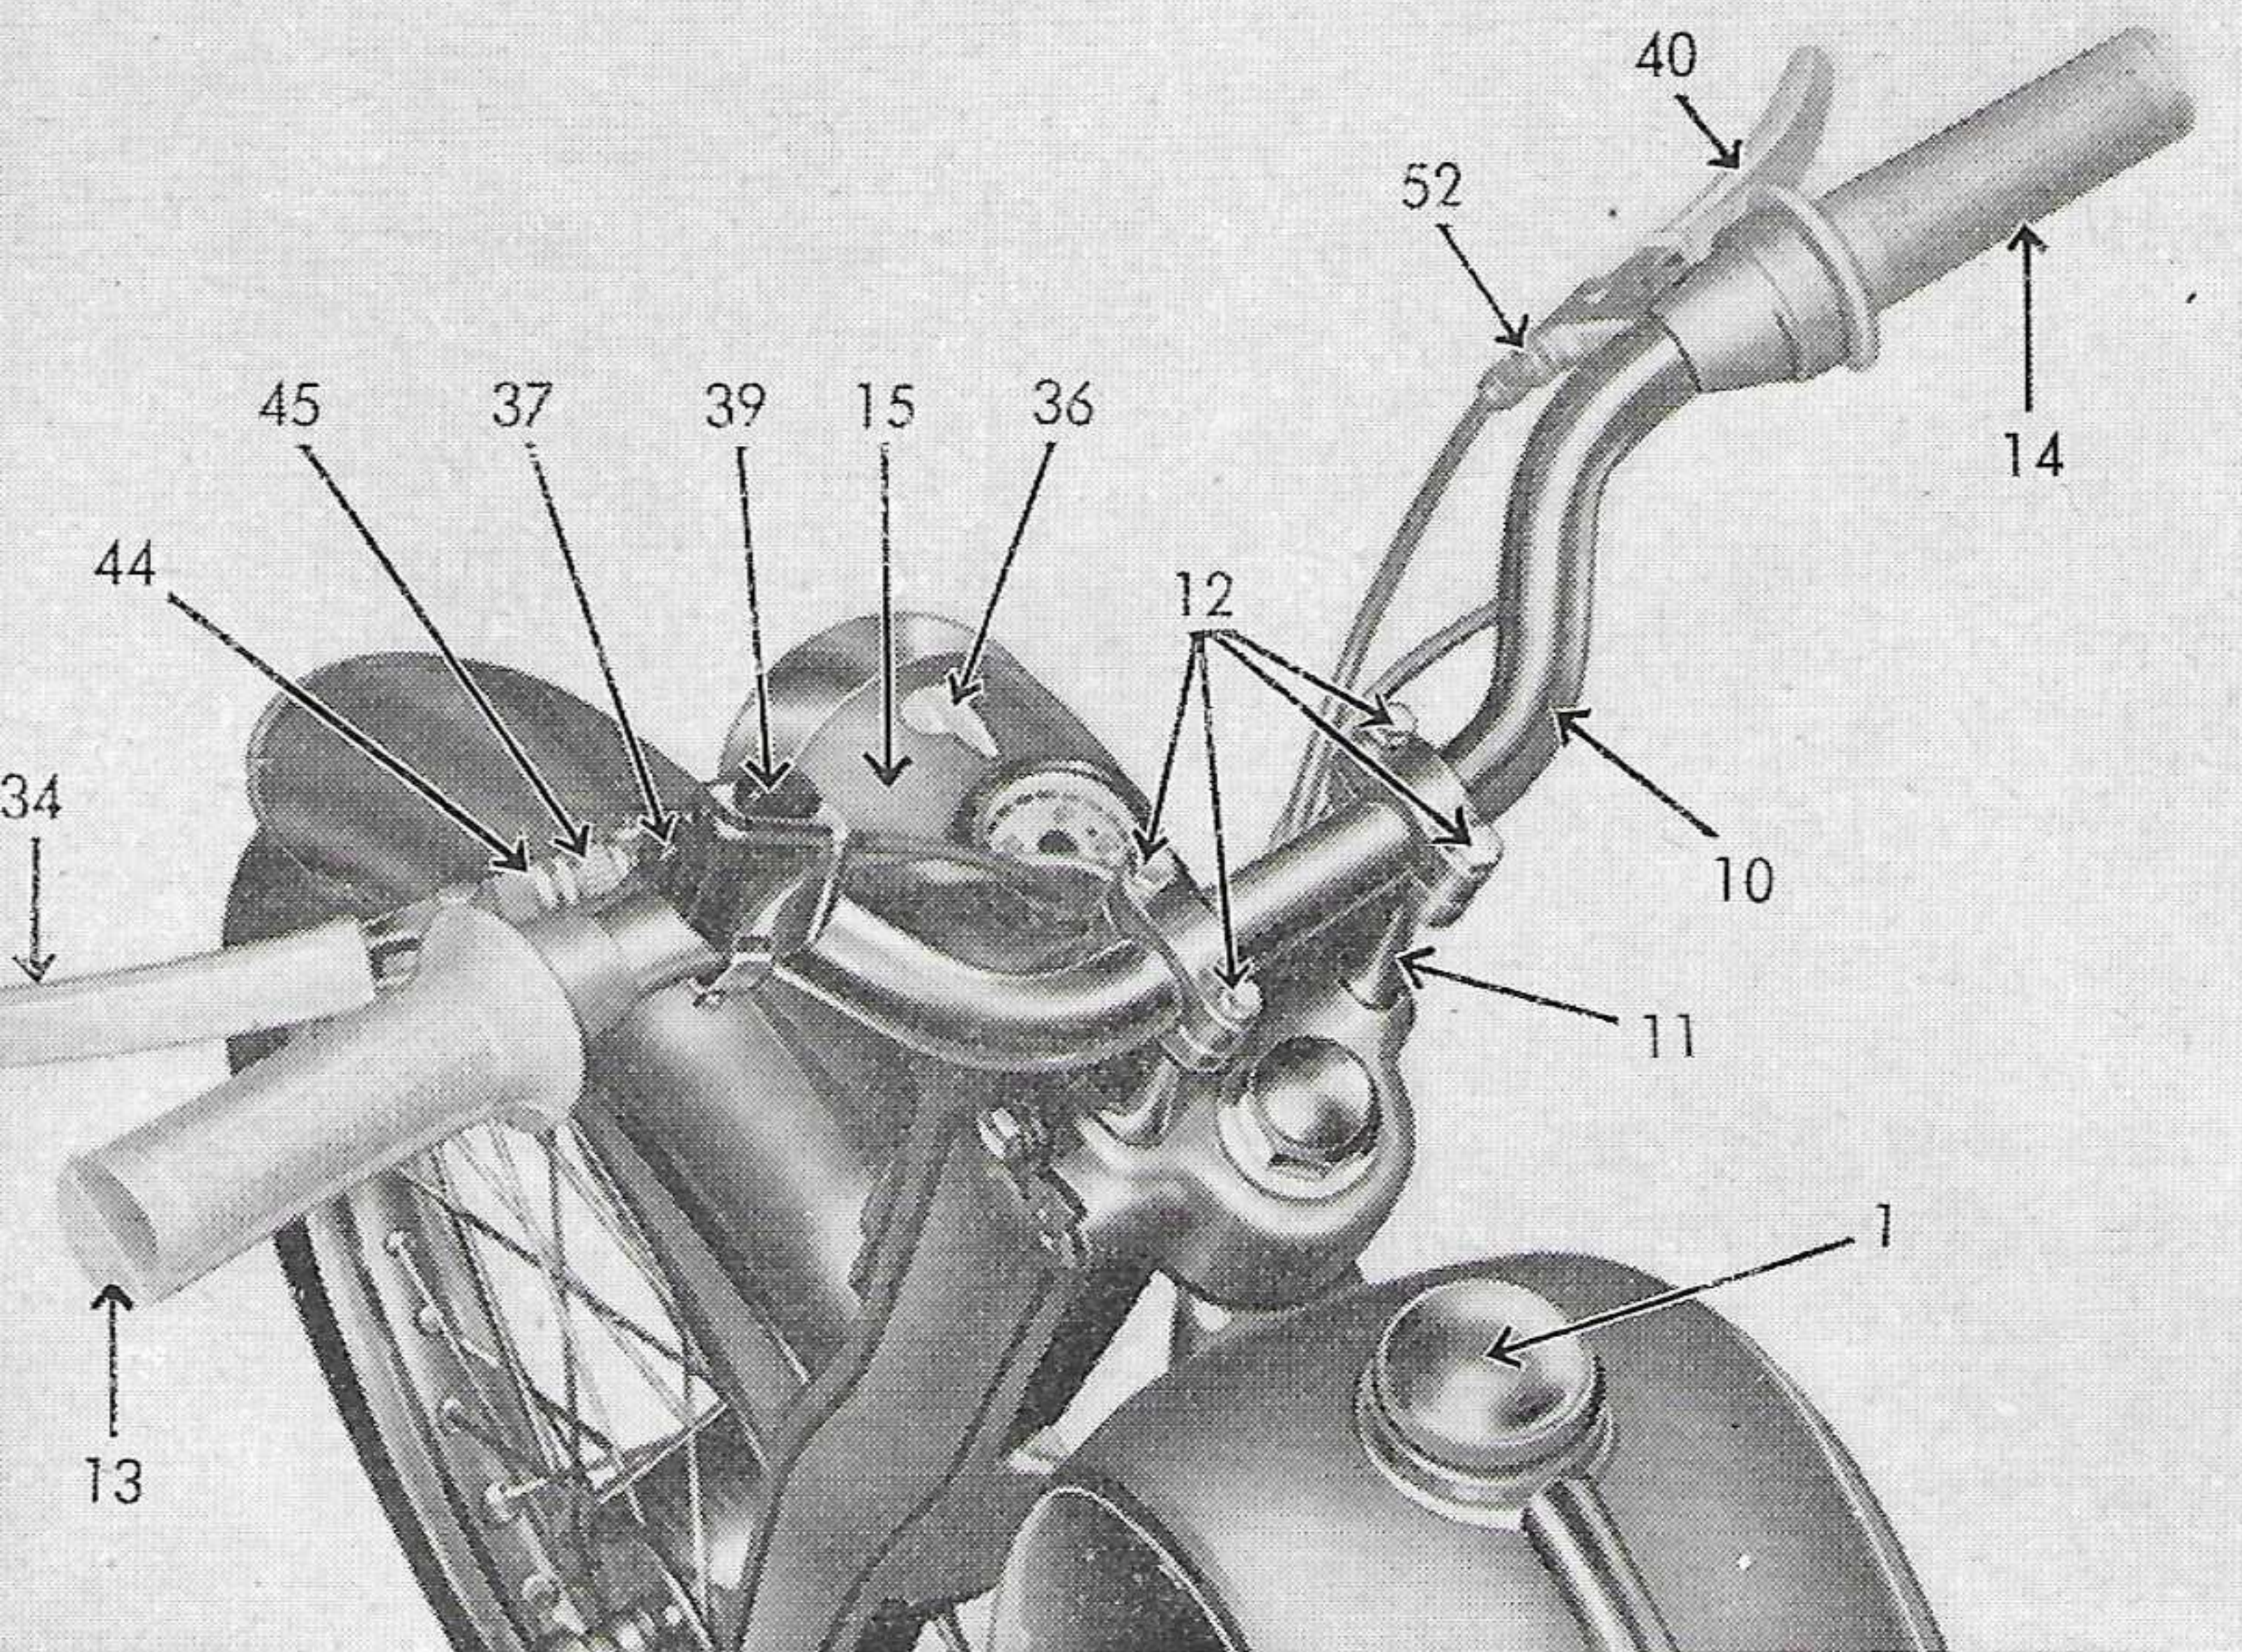

Bild 6
5. **Zum Stillsetzen** des Motors wird der Licht- und Unterbrecherschalter 36 (Bild 6) nach rechts gedreht; dieser kehrt nach dem Loslassen von selbst in seine Ausgangsstellung zurück. Das Abwürgen des Motors durch scharfes Bremsen sollte man möglichst vermeiden; immer erst Auskuppeln und auf Leerlauf schalten und erst dann den Motor stillsetzen.
Unterhalb des Scheinwerfers ist als Warnsignal eine Schnarre 38 eingebaut, die durch Drücken auf den Knopf 39 in Tätigkeit gesetzt wird (Bild 6).
- muß einwandfrei ein- und auskuppeln, darf also nicht durchschleifen. Bei richtiger Einstellung hat der Handkupplungshebel 34 (Bild 6) beim Anziehen, also beim Auskuppelvorgang, etwas Spiel (toten Gang) und zwar ca. 1 cm am äußeren Hebelende. Das Spiel des Kupplungszuges wird dadurch eingestellt, daß man die am Handkupplungshebel 34 anliegende Rändelmutter 44 lockert und dann die Rändelschraube 45 hinein- oder herausdreht. Hineindreihen vergrößert, Herausdrehen verkleinert das Spiel. Nach der Einstellung des Kupplungsspiels wird die Rändelmutter 44 gegen den Handgriff 13 wieder festgezogen.
Die Mutter 49 an der Vorderradnabe wird gelockert und die Schraube 50 soweit herausgedreht, bis das Spiel von 1 cm am Handbremshebel 40 erreicht ist. Hierauf wird die Mutter 49 wieder gegen den Ring 51 festgezogen, wobei die Schraube 50 festzuhalten ist. **Eine weitere Verstellmöglichkeit** ist am Handbremshebel 40 vorhanden (Bild 6). Die Rändelmutter 52 am Gasdrehgriff wird gelöst und die Rändelschraube 43 soweit herausgedreht, bis das Spiel von 1 cm erreicht wird. Die Rändelmutter ist dann wieder festzuziehen.